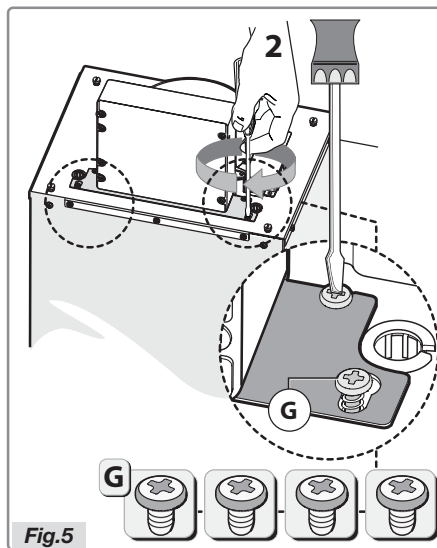

Fig.5
- Assemblez l'élément de fixation avec les quatre vis G, comme indiqué à la figure 5.